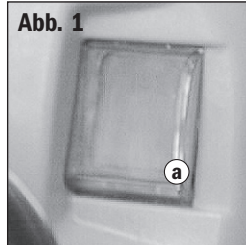
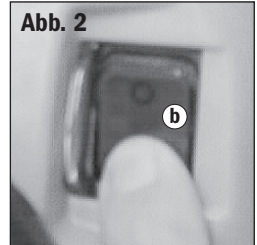

Abb. 1
Abb. 2
Der Freigabeschalter (a) verhindert, dass das Gerät versehentlich eingeschaltet werden kann (Abb. 1). Er muss ausgerastet werden, bevor der Rauter eingeschaltet werden kann. Die Abdeckung bleibt so lange offen, bis das Gerät ausgeschaltet wird (Abb. 2).
1. Den Hauptschalter ausschalten so dass der Freigabeschalter (a) einrastet (Abb. 1). (Bei der Arretierung des Spanners verriegelt sich der Verschluss.)